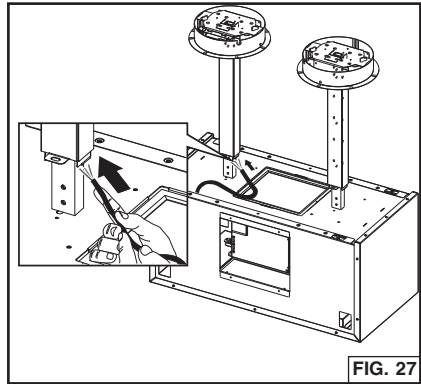

FIG. 27
20. Descienda las tapas del brazo decorativo y las tapas del toldo. Coloque el cable de alimentación a través del brazo y hacia la caja de unión. Fig. 27.